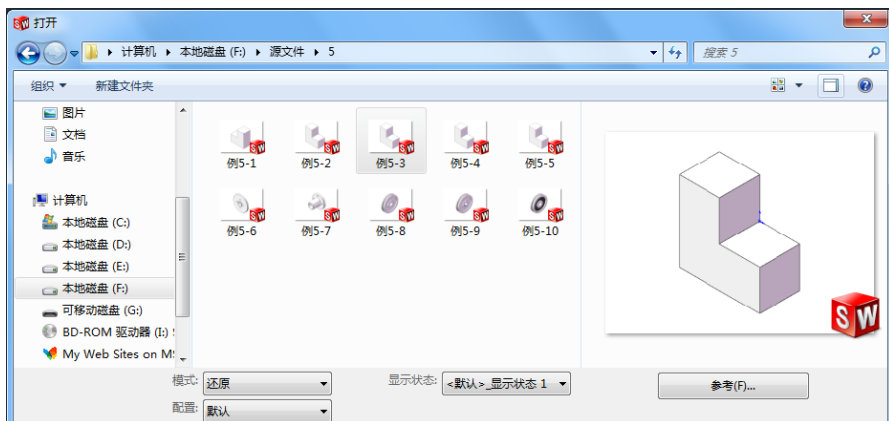

图 1-5 “打开”对话框
2. 选择文件类型。此时系统弹出如图 1-5 所示的“打开”对话框。在对话框中的“文件类型”下拉菜单用于选择文件的类型，选择不同的文件类型，则在对话框中会显示文件夹中对应文件类型的文件。选择“缩略图”选项，选择的文件就会显示在对话框中“缩略图”窗口中，但是并不打开该文件。